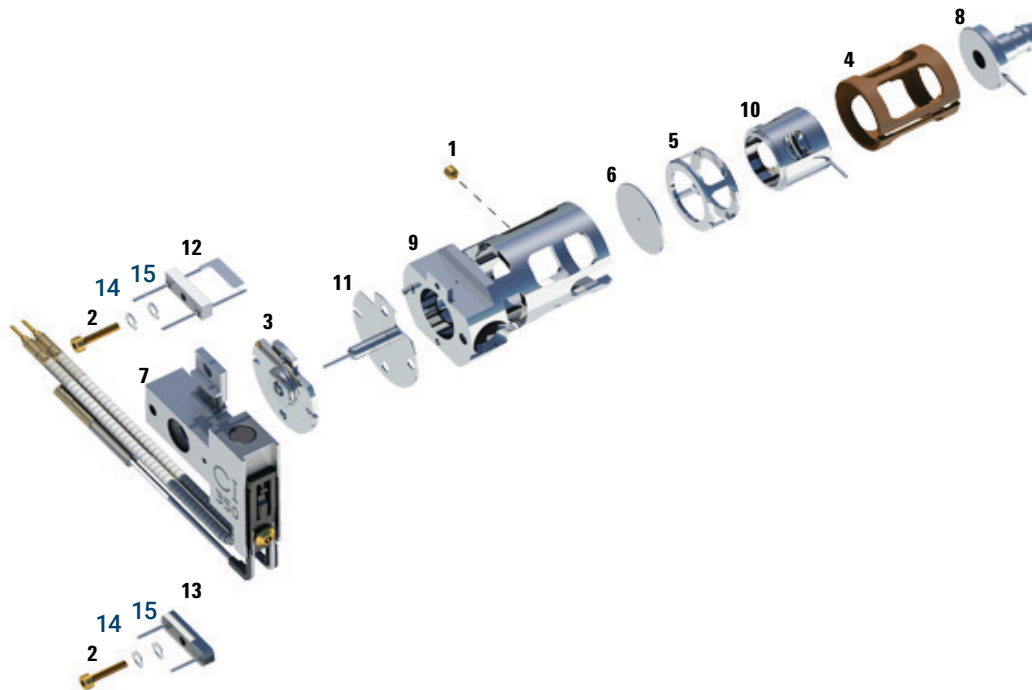

Abbildung 78. Zerlegen der CI-Quelle
Beachten Sie die Explosionsansicht der Teile **Abbildung 78** und die Teileliste der CI-Quelle **Tabelle 24** auf Seite 260, während Sie dieses Verfahren verwenden.
**Tabelle 24 Teileliste der CI-Quelle (Abbildung 78)**
**Tabelle 24 Teileliste der CI-Quelle (Abbildung 78) (Fortsetzung)**